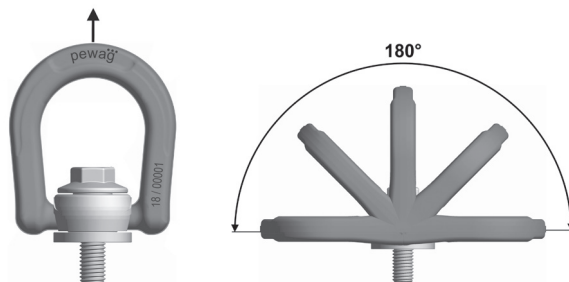

Fig. 1: Direzioni di carico consentite che si verificano durante l'uso corretto.
Carico: Il punto di sollevamento può essere caricato solo nella direzione specificata (fig.1), alla massima capacità di
- la direzione di trazione non si trova all'interno dell'area indicata (fig.1)